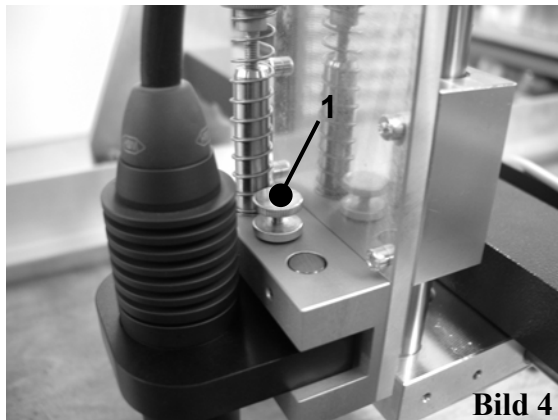

Bild 4
Fräsen → der Höhenausgleich ist mit der Rändelschraube (1) (**Bild 4**) fixiert. Die Einstellnase ist demontiert.